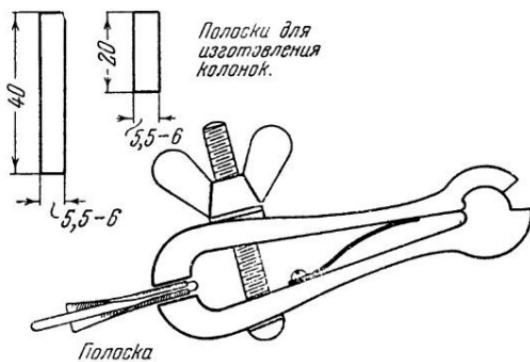

Рис. 2. Изготовление колонок
2. Из листового алюминия, латуни или мягкой стали толщиной 0,8—1,0 *мм* изготавливают четыре колонки (рис. 2). Две из них длиной по 20 *мм* и две — по 40 *мм*.